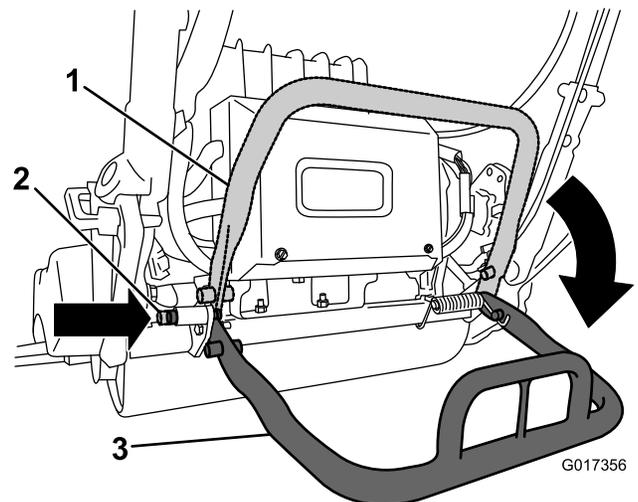

Figure 4
2. Abaissez la béquille et appuyez sur la goupille de verrouillage pour bloquer la béquille en position d'entretien (Figure 4). Appuyez la machine sur la béquille bloquée.